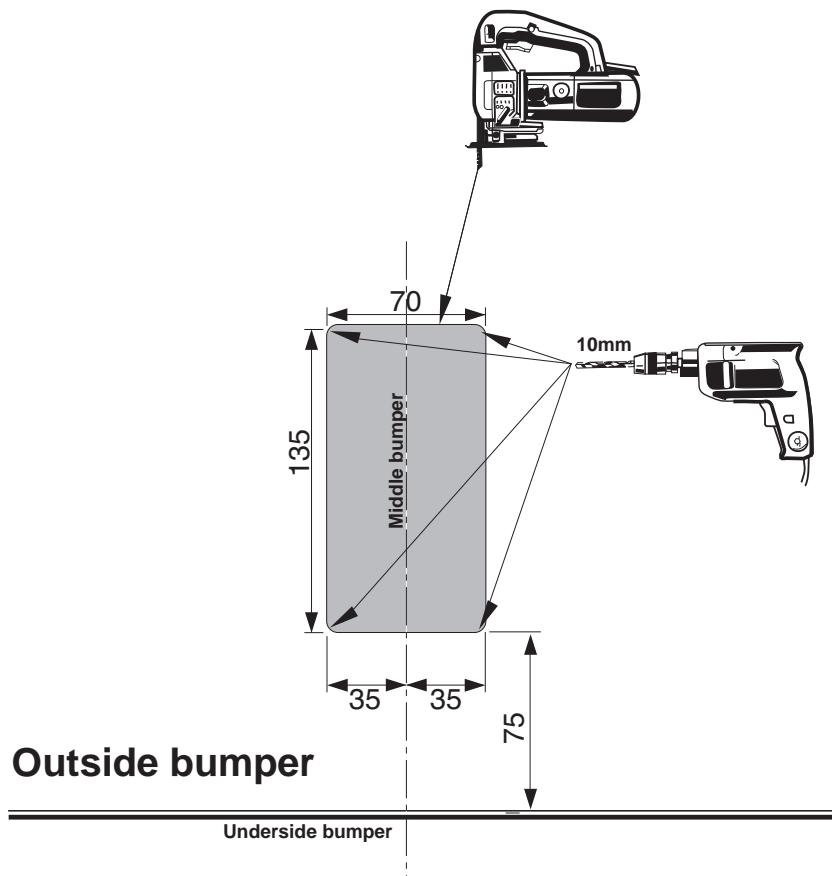

Fig.1
- Выпилить часть из бампера в середине снизу, как указано на рис. 1.